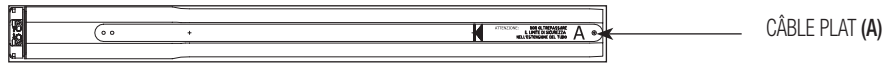

Fig. 7
- 3) LES CÂBLES PLATS (Fig. 7 Réf. A), MONTÉS AU-DESSUS DU MANCHON DU MOTEUR ET DE LA CALOTTE (Fig. 1 Réf. 1 - 2) DURANT L'ASSEMBLAGE DE L'ÉLECTRO-ROULEAU, DOIVENT COULISSER À L'EXTÉRIEUR DU ROULEAU FIXE